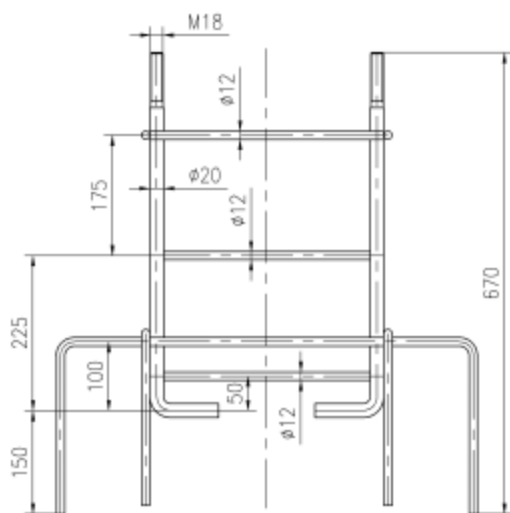

图1
- 1) JMA-12X0训练杠的安装方式为预埋式，即采用预埋架（如图1）将器材固定；其对安装器材的土质要求如下：在距地表800mm深度以内其土质不低于强度中等的土质要求（注：GB/T 50145-2007《土的工程分类标准》 5.1.2干强度试验：将一小块土捏成土团，风干后用手指捏碎、掰断及捻碎，并应根据用力的大小进行区分：稍用力即可捏碎或掰断为干强度中等。）